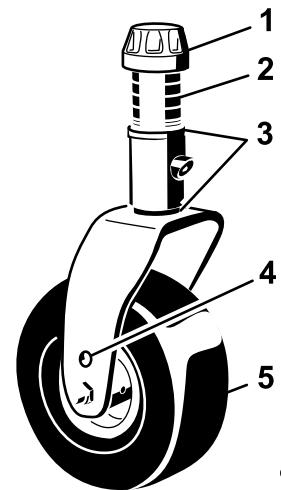
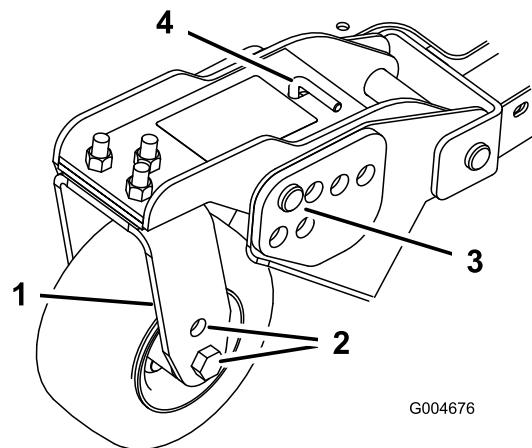
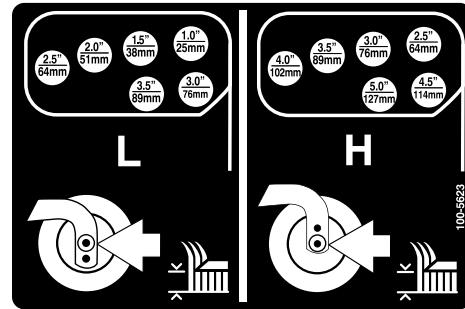

Bild 20
Bild 22
Bild 23
- Stecken Sie die Laufradachsen in allen Laufradgabeln in die gleichen Löcher (Bild 20 und Bild 22).
- Entfernen Sie die Spannkappe von der Spindelwelle und ziehen die Spindel aus dem Laufradarm heraus (Bild 20).
5. Entfernen Sie den Splint und die Lastösenbolzen von den Laufradgelenkarmen (Bild 22).
6. Drehen Sie die Spannstange, um den Gelenkarm anzuheben oder abzusenken, bis die Löcher mit den ausgewählten Löchern in der Schnitthöhenhalterung im Mähwerkrahmen ausgerichtet sind (Bild 22 und Bild 23).